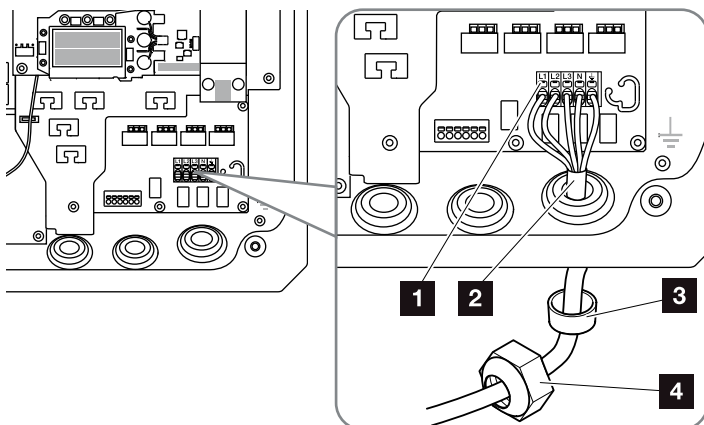

Fig. 31: Conectar el cable de potencia en el inversor
7. Conectar los conductores del cable de potencia conforme a la inscripción en el borne de conexión CA.   **Fig. 31, pos. 1**